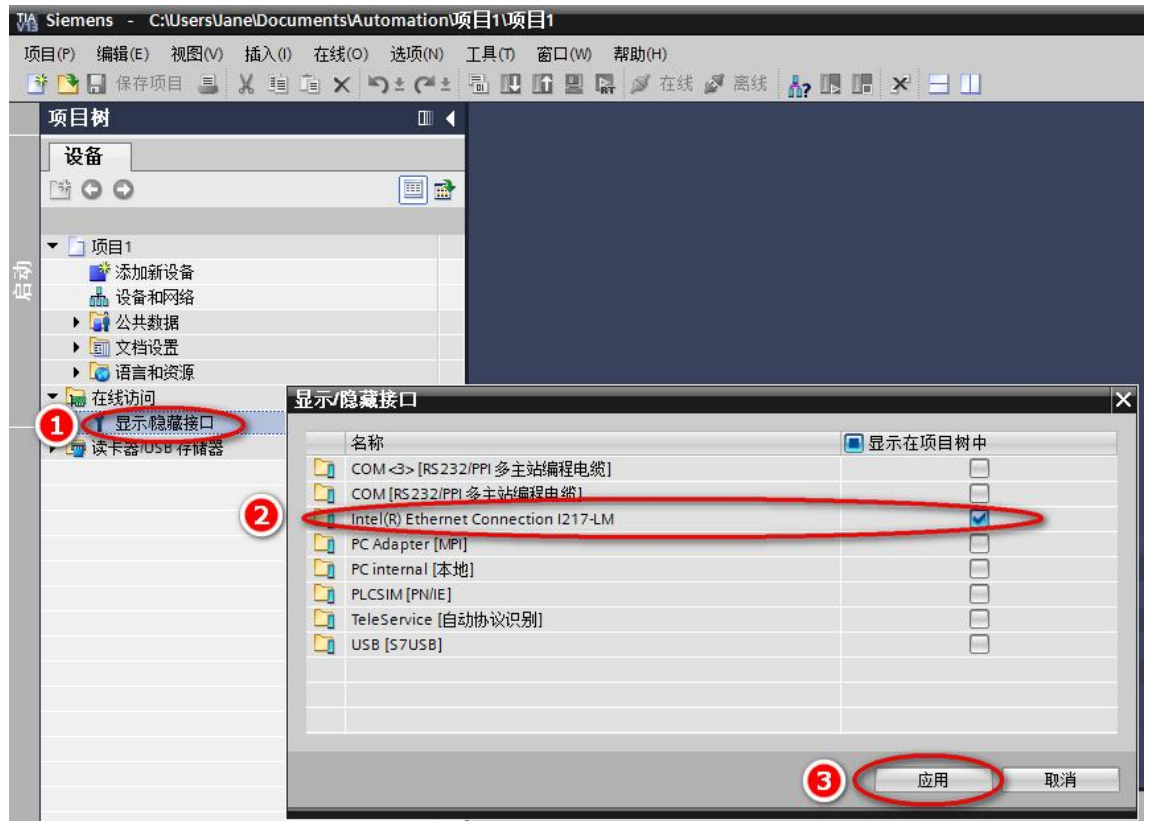

图 7
5. 回到 TIA Portal, 点开“在线访问”, 在下拉选项中找到 PC 机连接设备所使用的网卡, 如果没有出现该网卡的名称, 则按照如下方式操作: 双击“显示/隐藏接口”, 勾选网卡对应的复选框, 点击“应用”, 如图 7 所示。